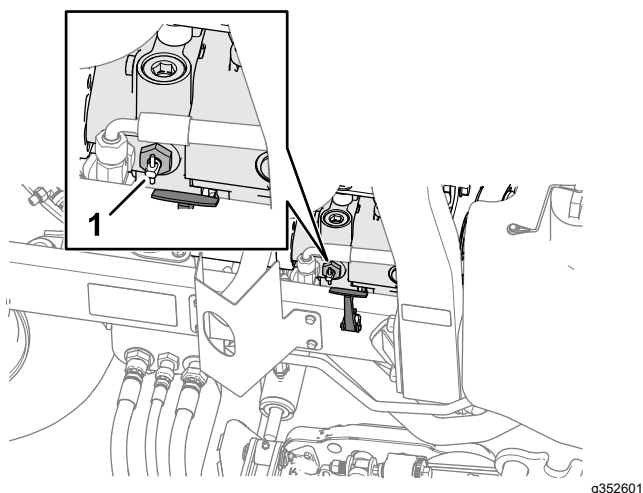

Figura 48
2. Lângă zăvorul din dreapta al capotei, rotiți mânerul supapei de bypass de la nivelul pompei la 90° (Figura 48).